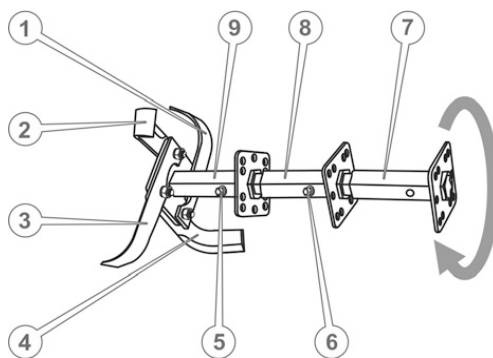

Рисунок 5.5. ґрунтофреза 4-секційна
1. Встановити додаткову маточину ротора в шестигранний отвір основної маточини та зафіксувати, щоб уникнути можливого осьового зсуву, болтом М8х80 з плоскою і пружинною шайбою (див. рис. 5.5).
4. Притулити приготовані ножі (наприклад, поз. 2 і поз. 3 на рис. 5.5) до кріпильного квадрату маточини уздовж двох суміжних сторін цього квадрата у такий спосіб, щоб квадрат опинився всередині загинів ножів, загострені частини ножів були спрямовані за ходом обертання (як зазначено стрілкою на рис. 5.5), кріпильні отвори ножів збіглися з отворами квадрата, водночас кінцевий отвір одного ножа (поз. 3) збігся із серединним отвором іншого ножа (поз. 2). Утримуючи ножі в такому положенні вставити в отвір болт, надіти шайби й наживити гайку.